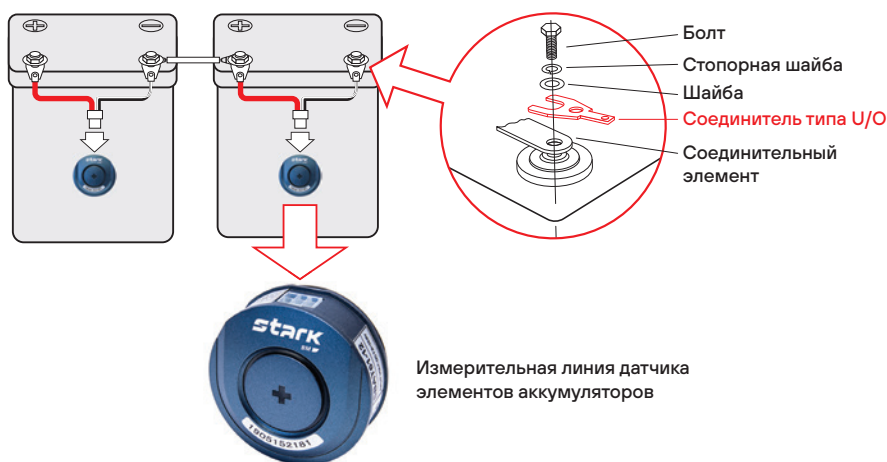

Рисунок 2. Присоединение измерительного провода датчика ячейки
2. Сориентируйте датчик ячейки на поверхности – 6 pin разъем направлен в сторону разъема измерительного провода (см. Рисунок 2).
7. Подключите смонтированные измерительные провода к установленным датчикам ячейки с помощью быстросъемного разъема (см. Рисунок 2).